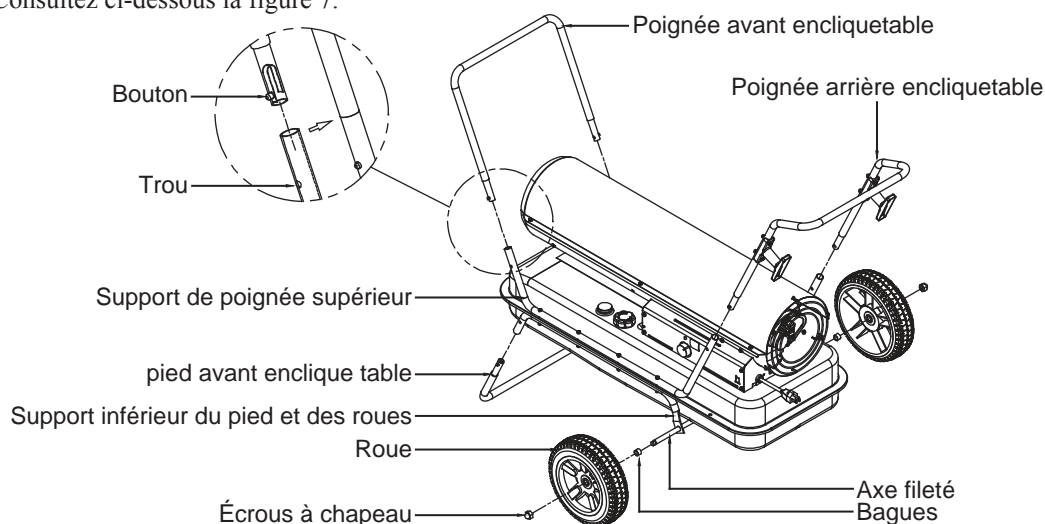

Figure 7. Assemblage de la poignée, des roues
- 1) Alignez le pied avant encliquetable avec la section avant du support inférieur du pied et des roues afin de l'y insérer. Afin d'installer ce pied, vous devrez presser sur les boutons en métal. Consultez la figure 7 ci-dessous.
- 4) Alignez les poignées encliquetables avant et arrière avec le support de poignée supérieur afin de les y insérer. Afin de les installer, vous devrez presser sur les boutons en métal qui se trouvent sur chaque poignée. Consultez ci-dessous la figure 7.